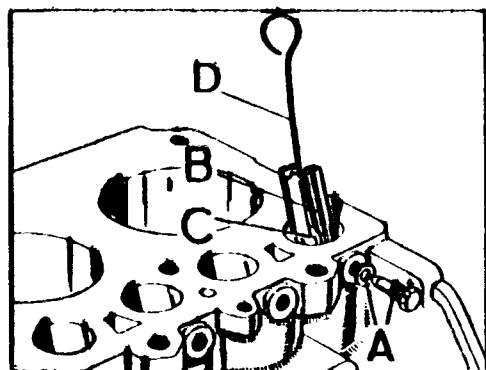

Fig. A3-59 Desmontaje de empujadores
- 1.4. Desmontar el alambre de freno de los tornillos, A (Fig. A3-59).
- 1.5. Extraer los tornillos, A (Fig. A3-59) con sus arandelas, los cuales fijan las guías de los empujadores al bloque.
- 1.6. Con un gancho de alambre, D, retirar los empujadores, B, y rodillos, C, "observando que el empujador tiene grabada la palabra FRONT o FRENTE y que en el rodillo existen dos avellanados, uno a cada lado, lo que ha de tenerse en cuenta durante el montaje" (Fig. A3-59).